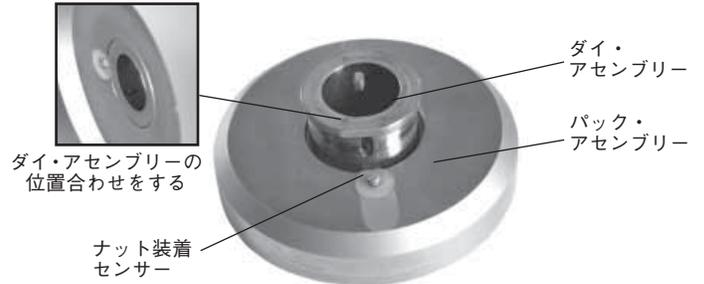

図4：ダイ／パック・アセンブリー
2. ダイ・アセンブリーの平らな面とナット装着センサーの位置が合っていること、ダイ・アセンブリーがパック・アセンブリーの面と同じ高さになっていることを確認します (図4)。